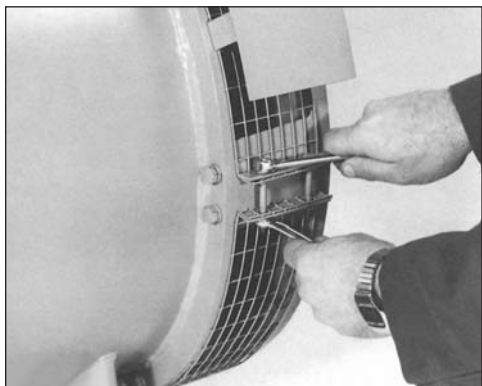

Figura 6-24
3. Si el enrejado de ensamblaje todavía está montado, remueva los pernos que aseguran el enrejado al dispositivo final del soporte o al adaptador SAE y remueva la rejilla de ensamblaje (figura 6-24). **(Nota:** No remueva la tapa escurridora del ensamble del enrejado si la tiene).